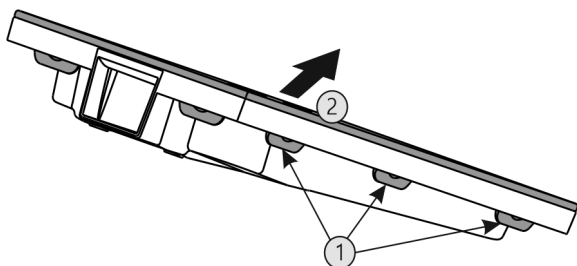

Fig. 82
- ▶ 依次按下所有卡舌 Fig. 82 (1) 并取下盖板 Fig. 82 (2)。